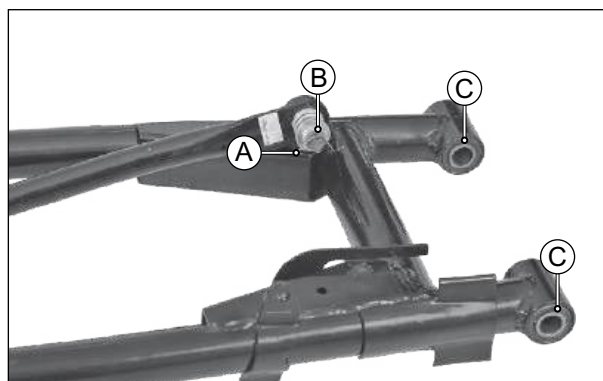

Fig. 6.86
- Remova a cupilha (A) do parafuso de fixação do braço limitador. (Fig. 6.86)
- Remova a porca (M8) (B) a arruela, a mola e o braço limitador. (Fig. 6.86)
- Caso algum dano seja encontrado, remova ambas as buchas (C) do conjunto do braço oscilante. (Fig. 6.86)